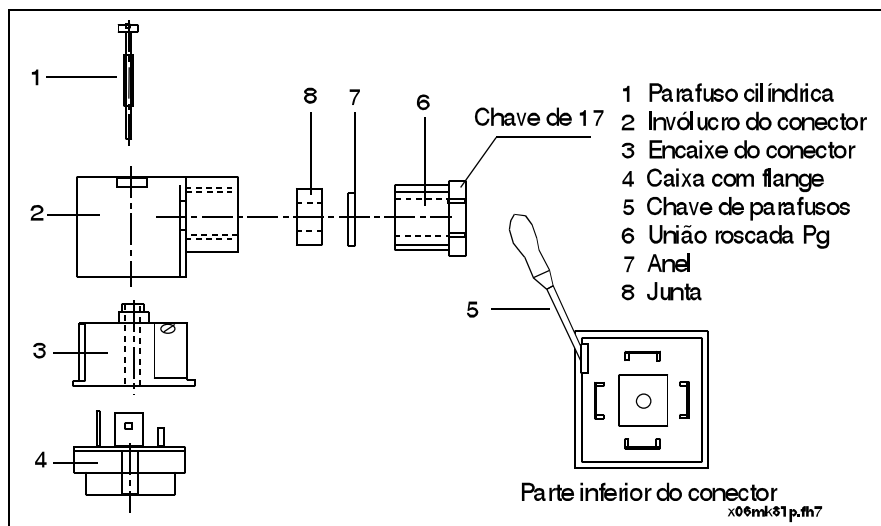

Fig. 13-6: Montagem do cabo de ligação no conector do ventilador
- ⇒ Soltar a união roscada Pg (6) (com uma chave de 17).
- ⇒ Desparafusar o parafuso cilíndrico (1) da tomada (4) usando a chave de parafusos (5).
- ⇒ Remover o invólucro (2) com o encaixe (3) da tomada (4).
- ⇒ Desparafusar o parafuso cilíndrico (1).
- ⇒ Soltar o encaixe (3) com a chave de parafusos (5) (ver Fig. 13-6) e removê-lo do invólucro (2).
- ⇒ Enfiar a união roscada Pg (6), o anel (7), a junta (8) e o invólucro do conector (2) no cabo de ligação ($3 \times 0,75 \text{ mm}^2$).
- ⇒ Tirar cerca de 20 mm do revestimento exterior do cabo e os fios de 10 mm e ligá-los ao encaixe (3) do conector de acordo com o esquema de ligação mostrado acima.
- ⇒ Enfiar o encaixe (3) no invólucro (2) do conector, introduzir o parafuso cilíndrico (1) e parafusar o conector na tomada (4).
- ⇒ Apertar a união roscada Pg (6), prestando atenção na descarga de tração.